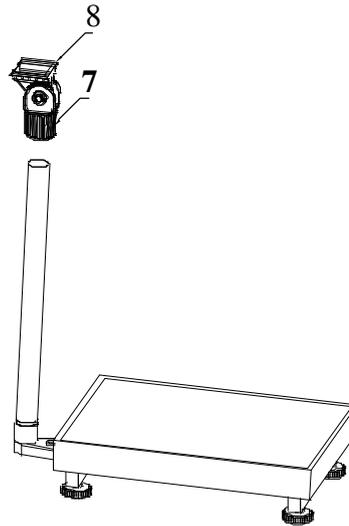

Рисунок 9
в) протягнути кабель вантажоприймальної платформи через отвір пластмасової гайки (7) та затискача роликового кріплення (8). Потім кріплення встановити в верхній частині стійки та зафіксувати його пластмасовою гайкою (7) (дивись рисунок 9);